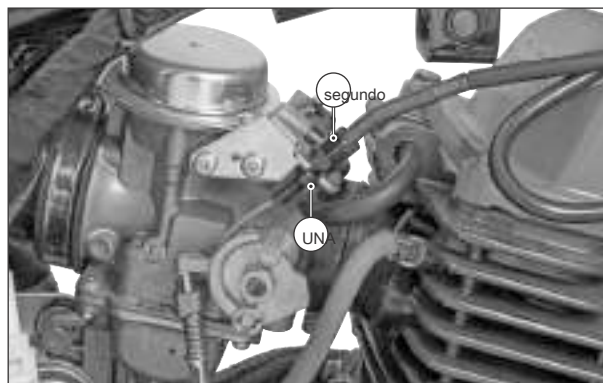

Fig. 4.9
¡Afloje completamente la tuerca de fijación del cable del acelerador (A) mientras sosteniendo el ajustador (B). (Fig. 4.9)